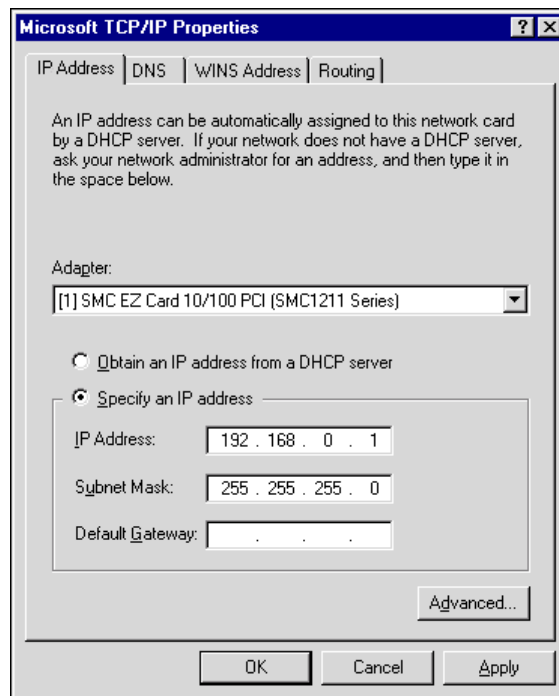

Figure 8. Boîte de dialogue Propriétés TCP/IP Microsoft
- a. Sélectionnez Protocole TCP/IP sur l'onglet Protocoles et cliquez sur Propriétés. La boîte de dialogue Propriétés TCP/IP Microsoft s'ouvre (Figure 8):
Remarque : Le(s) adaptateur(s) spécifique(s) de la liste de sélection (figure 8) dépendront des adaptateurs effectivement installés sur l'ordinateur (PC) et reconnus par Windows.